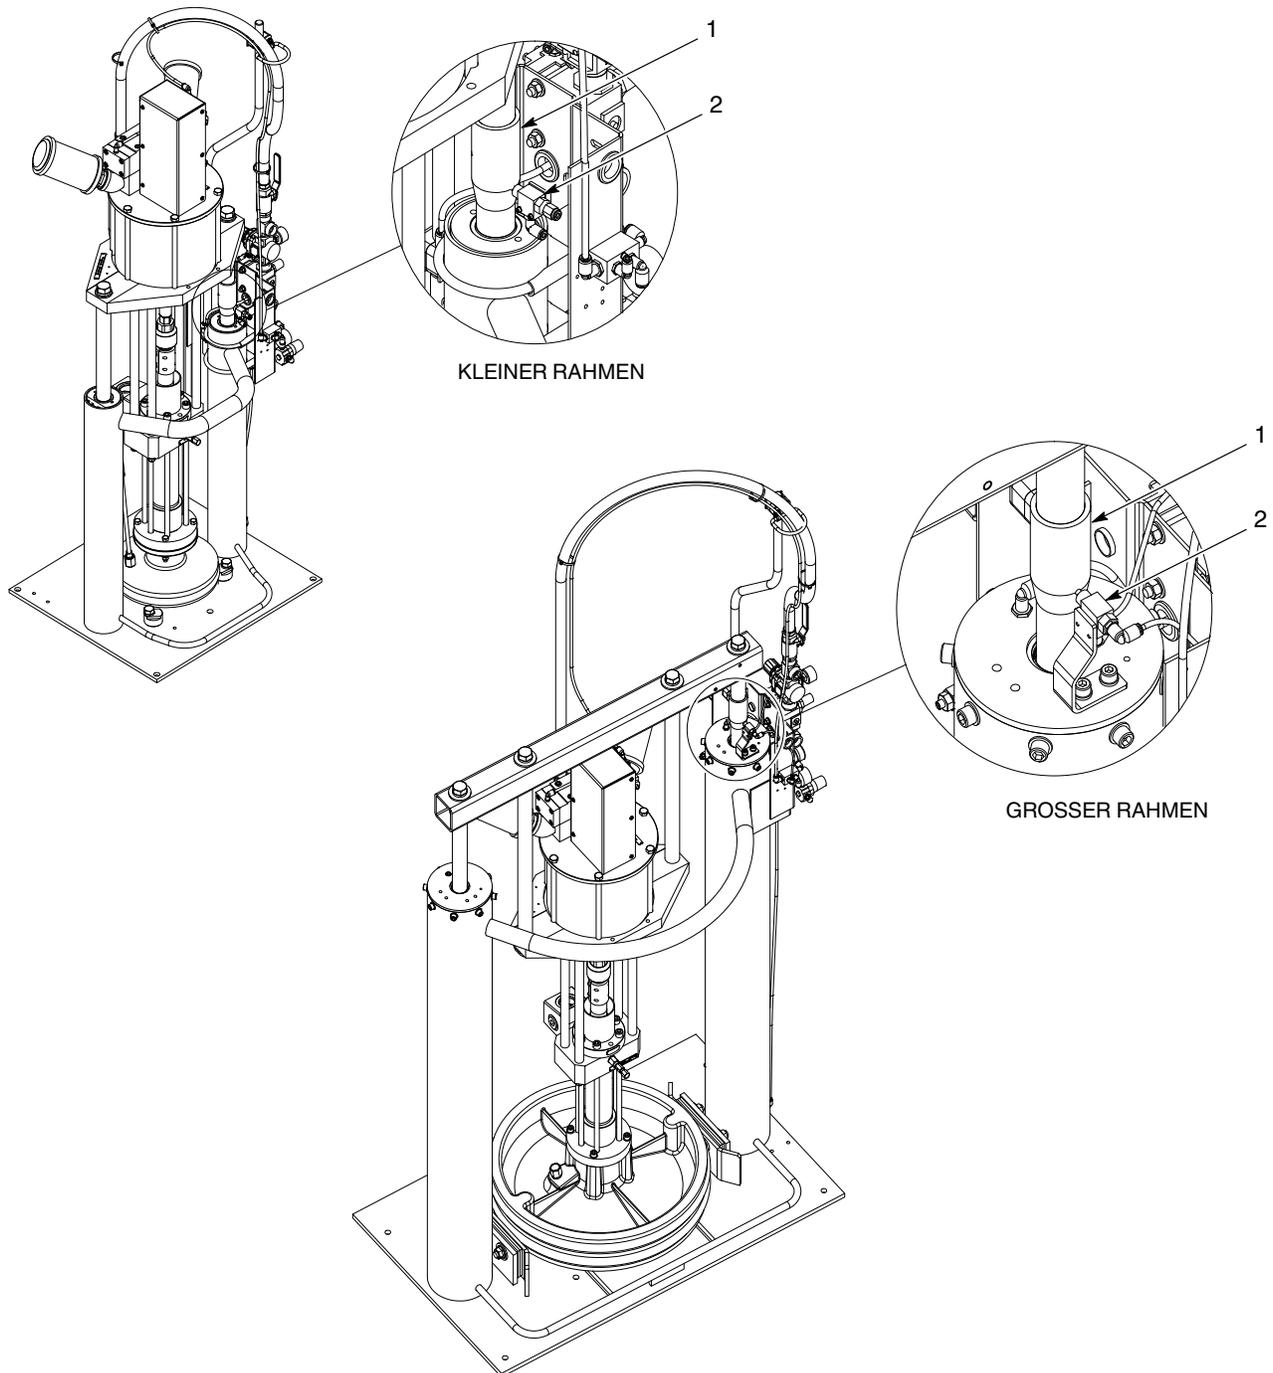

Abb. 1 Pneumatische Fassfüllstandsmodule
Siehe Abb. 1. Fass-Füllstandsmodule verwenden eine am Kolben angebrachte Manschette (1) und einen Rollenkolben-Endschalter (2) zum Überwachen des Abstands zwischen der Stempelunterseite und der Basisoberfläche des Fassentleerrahmens.